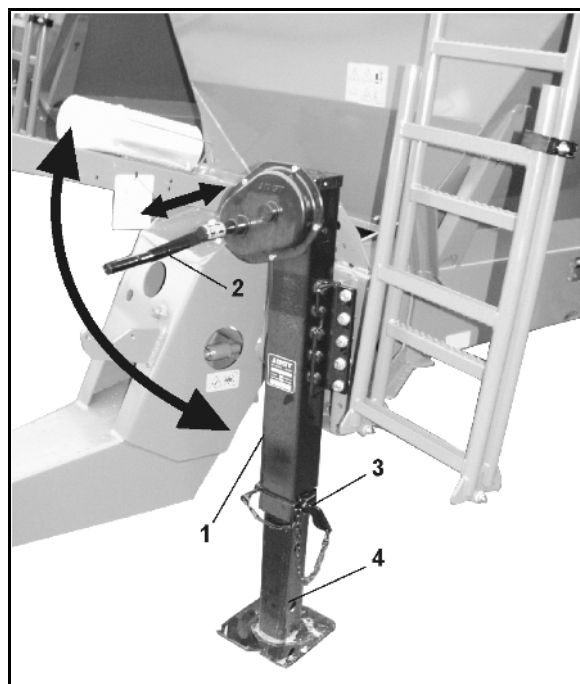

Fig. 42
1. Sveiv støttefoten (Fig. 42/1) med håndsveiven (Fig. 42/2) opp til anslag.
2. Trekk boltene (Fig. 42/3) ut av støttefoten.
4. Stikk bolten inn i nedre hull (Fig. 42/4) og sikre den.
1. Hold fast den indre delen til støttefoten og trekk boltene (Fig. 42/3) ut av støttefoten.
4. Sveiv støttefoten (Fig. 42/1) med håndsveiven (Fig. 42/2) ned til anslag helt til trekkøyet er avlastet.